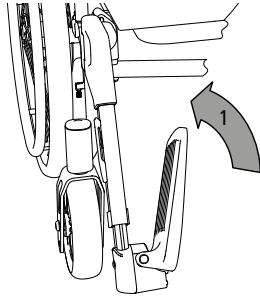

Abb. 7
1. Du kan montera en genomgående, hel fotplatta på fotstöden. Börja med att fälla upp det ena fotstödet (1, bild 7).